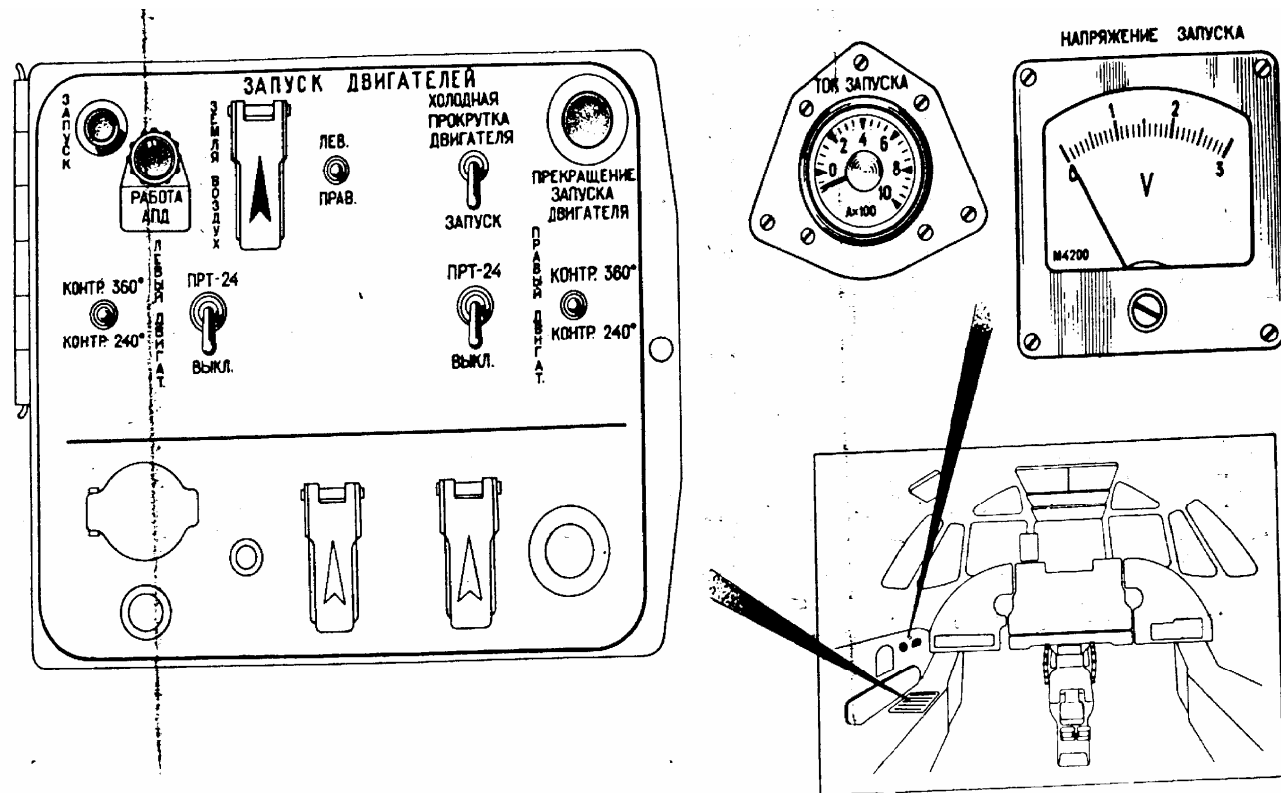

Рис. 8.1.3. Расположение органов управления и приборов контроля запуска двигателей АИ-24ВТ в кабине экипажа
- переключатель "ЗЕМЛЯ - ВОЗДУХ" (рис. 8.1.3) - в положение "ЗЕМЛЯ";